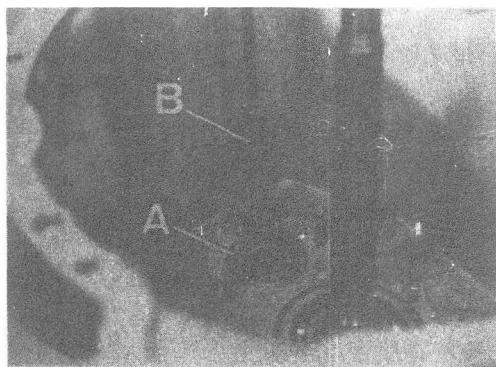

Fig. C1-87 Ajuste eje intermedio
2.2.7. Medir la profundidad de la pista, A (Fig. C1-87) con relación a la cara frontal interna del cárter de embrague. La suma de la medida obtenida, más 0,10 mm que es el apriete que deben llevar estos rodamientos, nos dà el espesor de suplementos necesarios en su montaje.